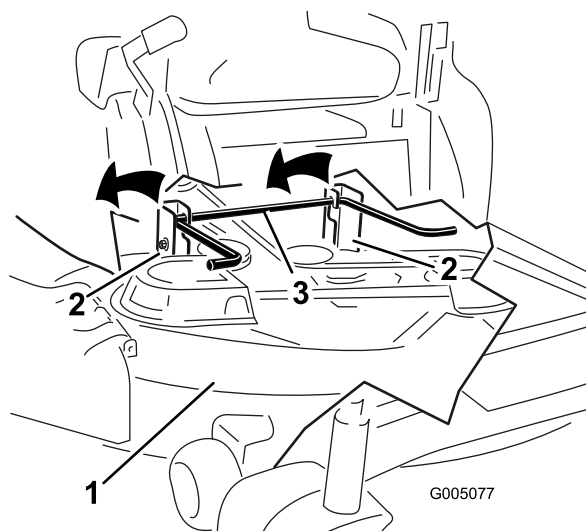

Figure 58
5. En vous aidant des poignées, soulevez le tablier de coupe et les supports pour les dégager de la tige de levage arrière et abaissez le tablier au sol avec précaution (Figure 58).
5. Soulevez l'arrière du tablier de coupe et guidez les supports sur la tige de levage arrière (Figure 58).